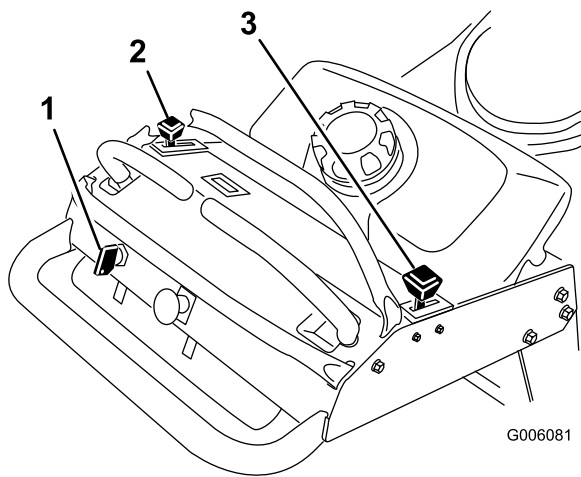

Figure 6
4. Placez la manette d'accélérateur en position haut régime et la manette de starter en position activée avant de démarrer le moteur s'il est froid (Figure 6).
2. Placez la manette d'accélérateur en position de bas régime (Figure 6).